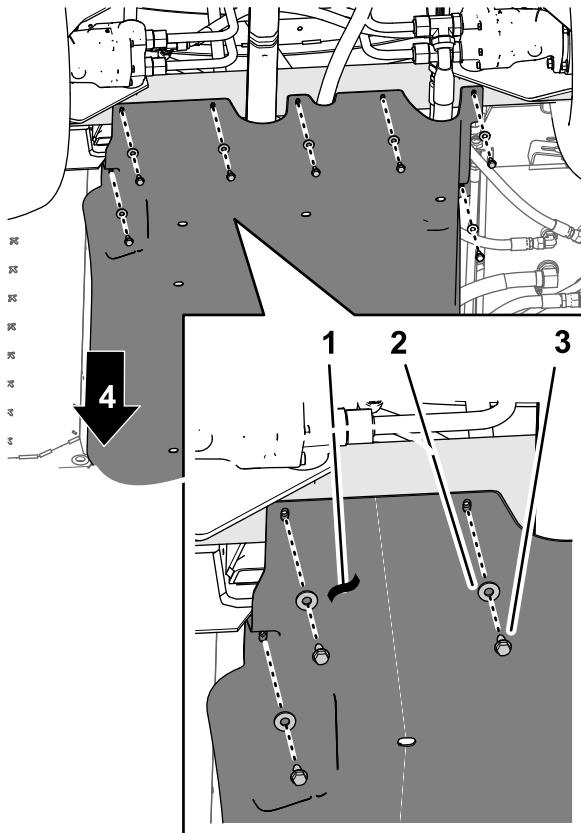
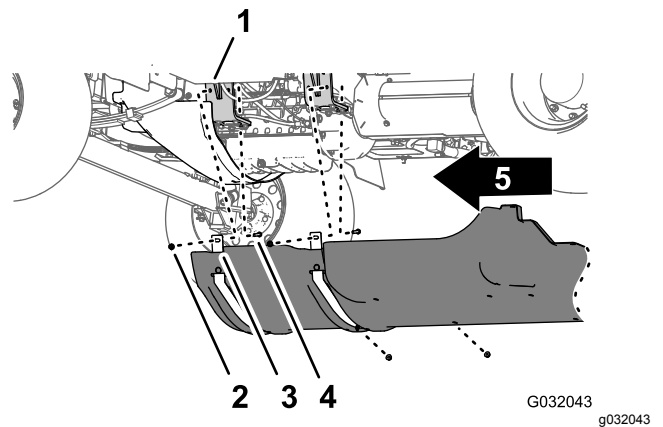

Bild 44
Bild 45
1. Entfernen Sie die sieben Bundkopfschrauben (5/16" x 7/8") und sieben Scheiben (5/16"), mit denen die Rückseite der Fahrwerkabdeckung am Chassis der Maschine befestigt ist (Bild 44).
- Nehmen Sie die vier Sicherungsbundmutter (5/16") von den Schrauben und der Schlossschraube ab, mit denen die Stützriemen der Fahrwerkabdeckung an den Befestigungshalterungen des Motors der Maschine befestigt sind (**Bild 45**).
- Nehmen Sie die Fahrwerkabdeckung von der Maschine ab (**Bild 44** und **Bild 45**).